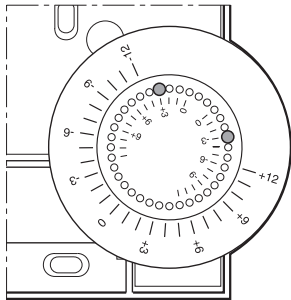

Abb. 6: Verstellbereich begrenzen
- ▶ Versetzen Sie die zwei kleinen Stifte in den Löchern des Stellrads, um den Verstellbereich zu begrenzen (siehe Abb. 6). Orientieren Sie sich dabei an der inneren Skala: Im Abb. 6, sind die Stifte so eingestellt, dass sich das Stellrad nur um $\pm 3\text{ }^{\circ}\text{C}$ um den Nullpunkt verstellen lässt.